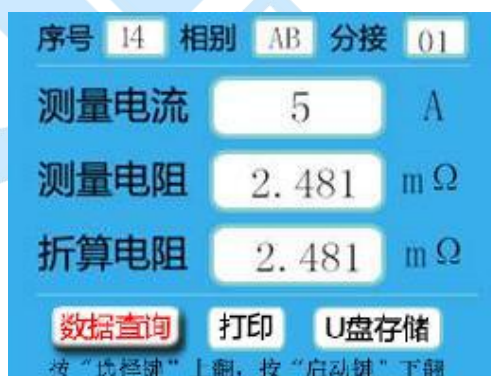

图 5
3. 在开机界面下将光标移动到数据查询菜单，然后按选择键进入数据查询，如图 5 所示：
在图 5 中，当光标在数据查询时按选择键数据上翻，按启动键数据下翻。将光标移动到打印，根据提示按选择键打印当前显示数据，将光标移动到 U 盘存储，根据提示按选择键将当前显示数据存储到 U 盘。